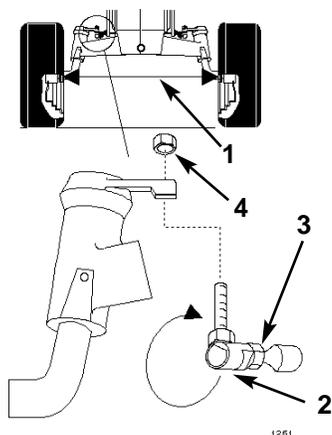

Fig. 33
Mantenete la convergenza delle ruote anteriori come indicato. Se l'usura delle ruote è irregolare, se il tappeto erboso è rigato o se lo sterzo è faticoso, è necessario metterla a punto. Verificate la convergenza ogni 100 ore di esercizio, oppure una volta all'anno, optando per l'intervallo più breve (Fig. 33).
3. Misurate la distanza tra i cerchi (all'altezza del fusello), sul davanti e il dietro delle ruote (Fig. 33).
2. Togliete il nodo sferico da una leva dello sterzo (Fig. 33).
4. Allineate le superfici piane del nodo sferico con le superfici piane del tirante, e serrate il controdado (Fig. 33).